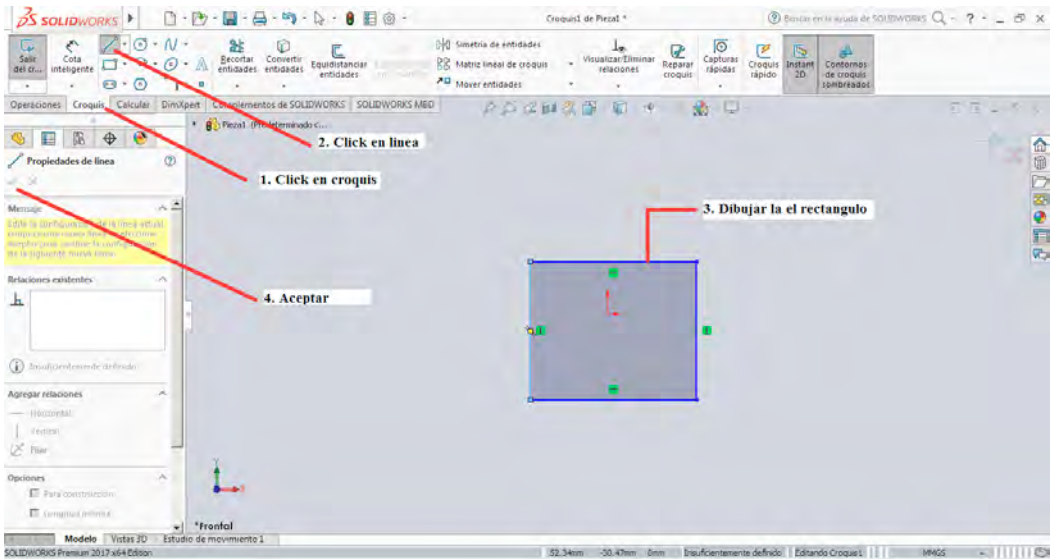

Figura 1-10
En esta parte de la guía se observará como realizar el proceso de construcción de un rectángulo y una circunferencia, para mostrar los casos en que la figura queda definida completamente e indefinida. Para iniciar se selecciona Nueva Pieza y se define como plano de trabajo el plano Alzado en la figura 1-10 se observa las características del rectángulo construido a partir del uso de líneas.
4. Al finalizar la figura se presiona la herramienta aceptar o se puede presionar <ESC> con el fin de que se inactive la función Línea. Como se puede observar en la figura 1-10 el rectángulo construido se observa de color azul esto se debe a que esta se encuentra indefinida al no agregar ninguna medida.